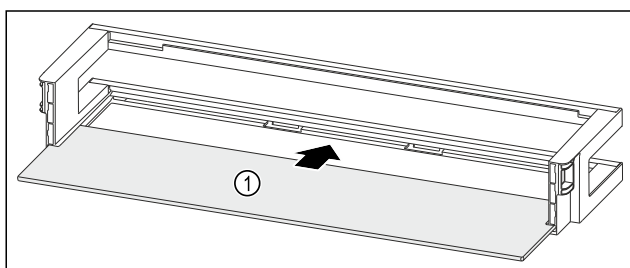

Fig. 266 Türabsteller mit Abstellfläche
- Abstellfläche Fig. 266 (1) in die seitlichen Aussparungen einschieben.